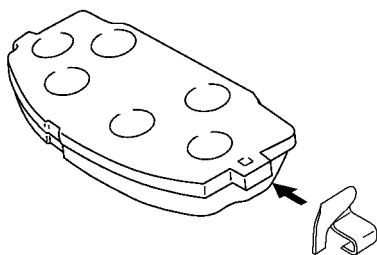

图 15-70 将衬垫磨损指示板装在内衬垫上
1) 将衬垫磨损指示板装在内衬垫上，如图 15-70 所示。